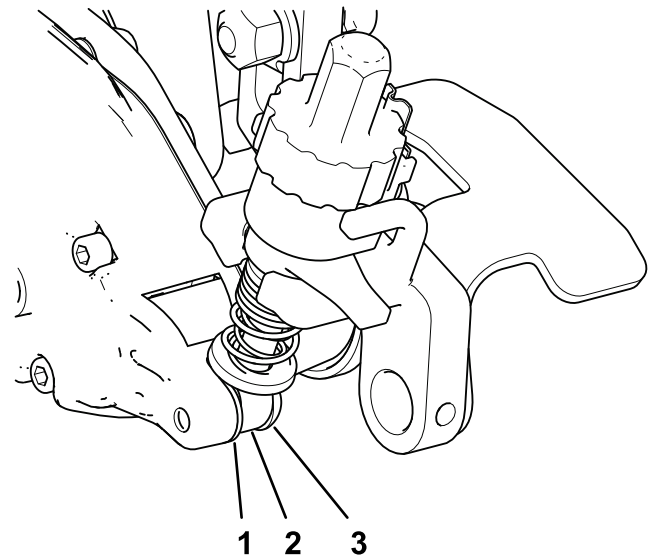

图 22
4. 在疏草刀驱动箱侧将剪草高度支架的调整臂杆放置到疏草刀驱动箱内部并使用轴肩螺栓和硬化垫圈固定如图 22 所示上紧轴肩螺栓扭矩至 1622N·m。